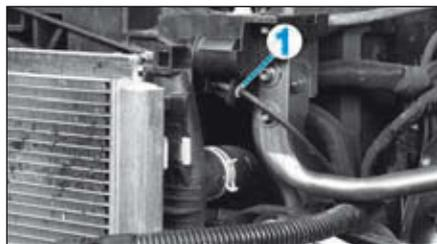

FIG.3
- Dégrafer et écarter le câble d'ouverture du capot (1) (Fig.3).